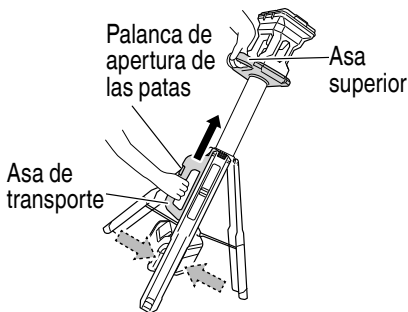

Fig. 15
- (1) Vuelva a colocar la unidad de LED dentro de su cubierta de almacenamiento en el orden inverso al de "Preparación de la luz del trípode".
- (2) Sostenga el asa superior y el asa de transporte con ambas manos y sostenga el trípode mientras lo levanta en ángulo. Cierre sus patas presionando la palanca de apertura de la pata y tirando del asa de transporte hacia arriba hacia el asa superior. (Fig. 15)